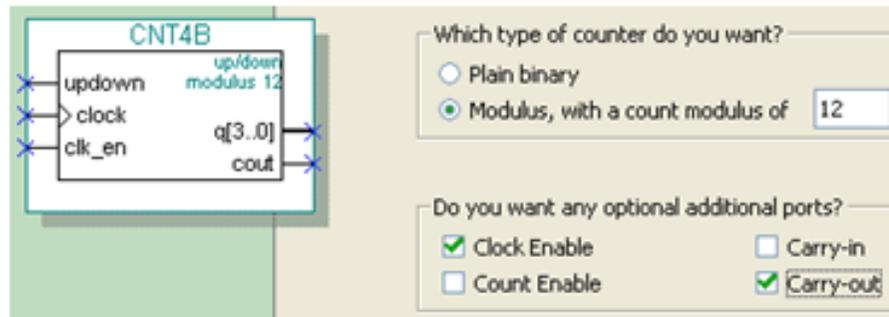

图 5-4 设定计数器，含时钟使能和进位输出
(3) 再单击**Next**按钮，打开如图5-4所示的对话框。